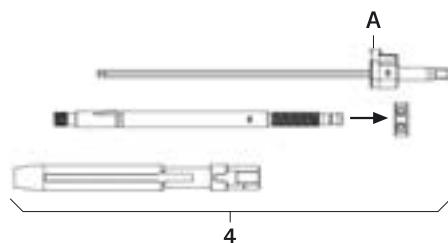

Fig. 1
- Démontage du levier de réduction 4, voir Fig. 1: